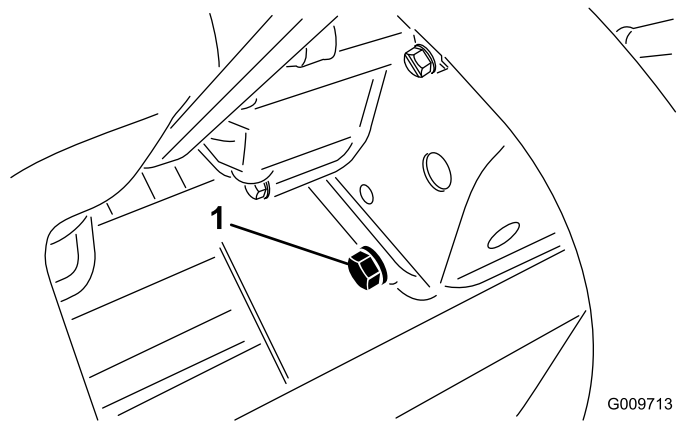

Figura 55
2. Retire o tampão de escoamento (Figura 55) e deixe o óleo escorrer para um recipiente adequado.